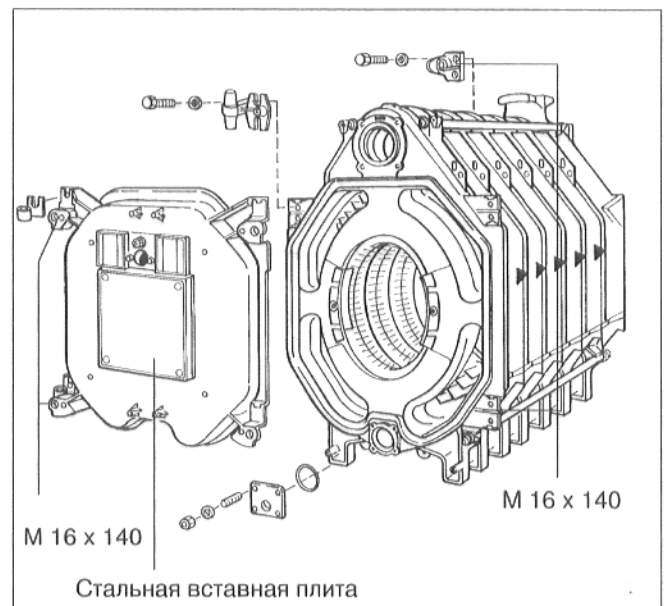

Рис. 24
- Закрыть дверцу горелки и закрепить машинными винтами (4 х М 16 х 140) соответственно рис. 24. Винты затягиваются равномерно крест-накрест.
- Просверлить или вырезать автогеном в стальной вставной плите (рис. 24) отверстие диаметром соответствующим трубке горелки (Ø макс. 360 мм). Просверлить отверстия для крепления горелки, соответственно расположению отверстий фланца для монтажа горелки.